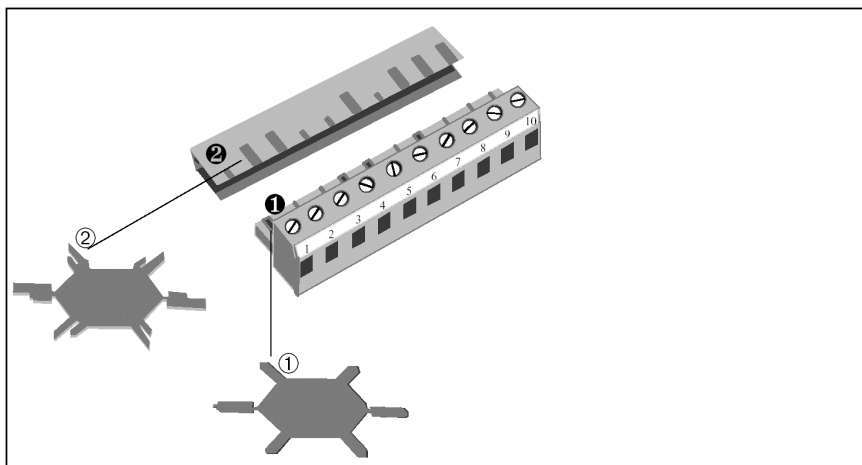

图 2-14 防止误用连接器
使用编码条①和编码片②(见图 2-14)，你可以对连接器进行编码，不要忘记极性，以防误用。